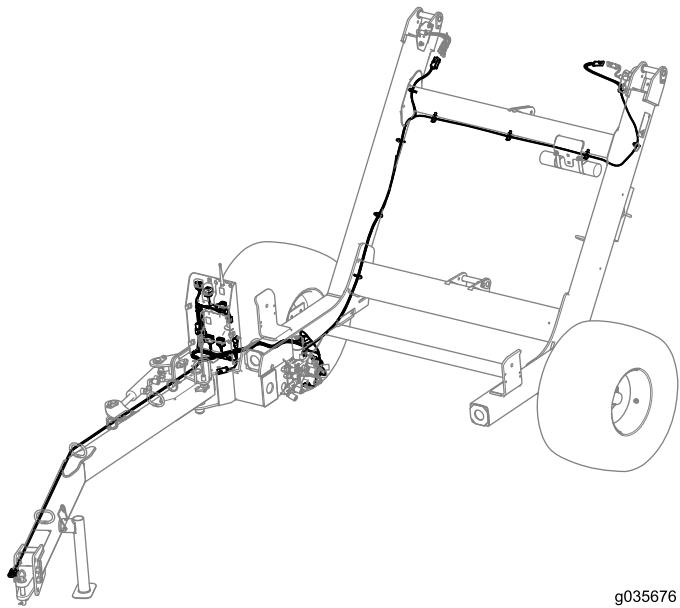

図 20
- 牽引車両のフレームに沿ってワイヤハーネスを配線する図 20。